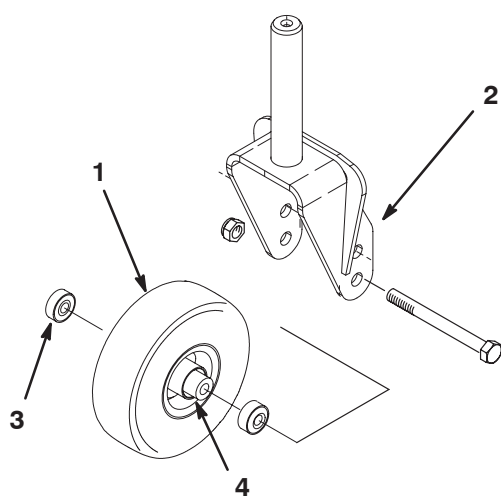

Figure 24
- Enlevez le contre-écrou de la vis qui maintient l'ensemble roue pivotante entre les bras de la chape (Fig. 24). Maintenez la roue pivotante et enlevez la vis de la chape ou du bras pivotant.
2. Enlevez le roulement du moyeu de la roue et laissez tomber la douille d'écartement à l'extérieur (Fig. 24). Déposez le roulement de l'autre côté du moyeu.